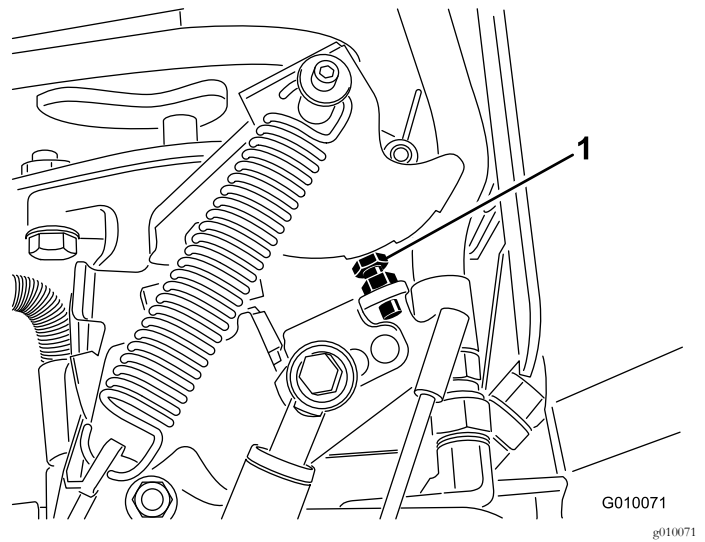

Figura 66
6. Si es necesario realizar un ajuste, gire el perno de tope de la bomba (Figura 66) acercándolo a la placa de tope para reducir el espaciado de las perforaciones, o gire el perno de tope alejándolo de la placa de tope para aumentar el espaciado de las perforaciones.